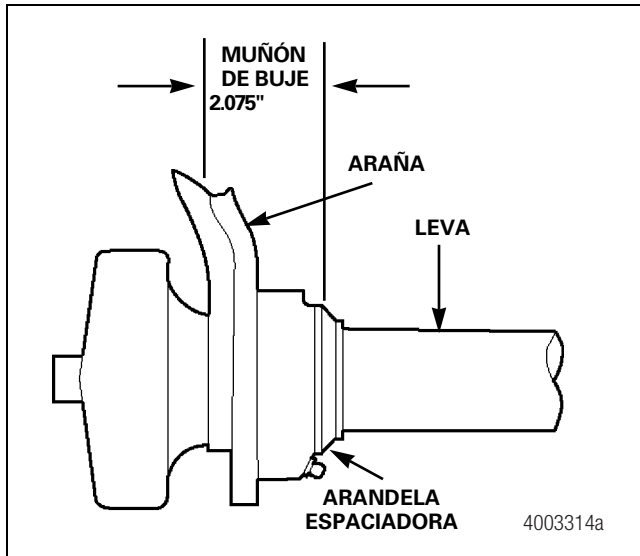

Figura 12.13
- Las levas con muñones tratados térmicamente se usan con bujes de casquillo metálico. Para compensar la diferencia de ancho entre el buje de leva y el muñón se usa una arandela espaciadora. Figura 12.13.